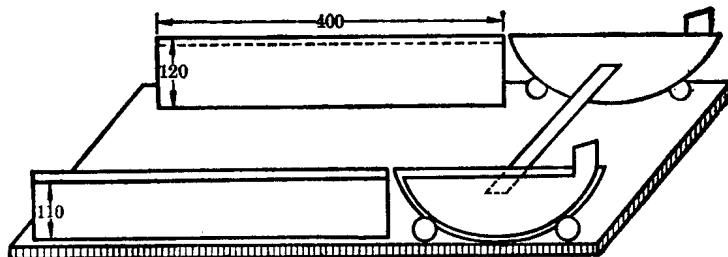

图 7 炼钢电炉运行底板
3. 按图 7 取一块长 600 mm, 宽 250 mm 的木板作底板。在底板